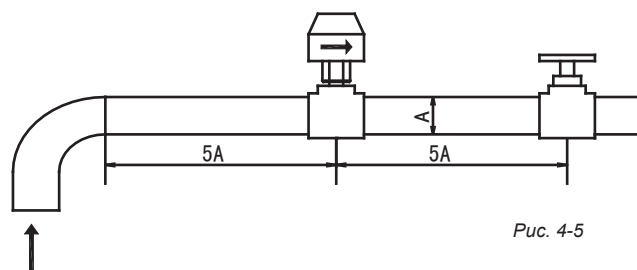

Рис. 4-5
• **Схема регулятора расхода с обтекаемым телом (см. рис. 4-5, таблица 4-3)**